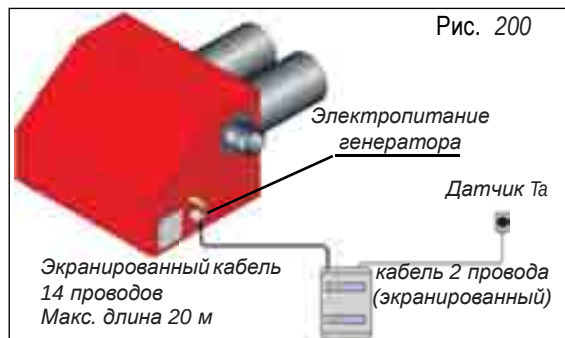

Рис. 200
1) Выполнить соединение щита управления "GQK" с генератором с помощью экранированного 14-жильного кабеля (мин. сечение 1,5 мм²), рис. 200.